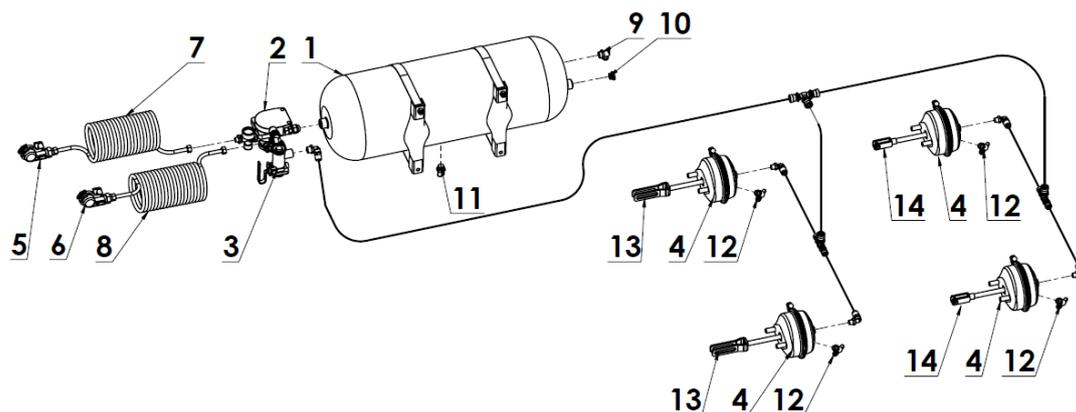

Рисунок 7-й 2-проводная пневматическая тормозная система - навозоразбрасыватель N267/2:
- 2-проводная пневматическая тормозная система N267, N267/1 (рисунок 7),